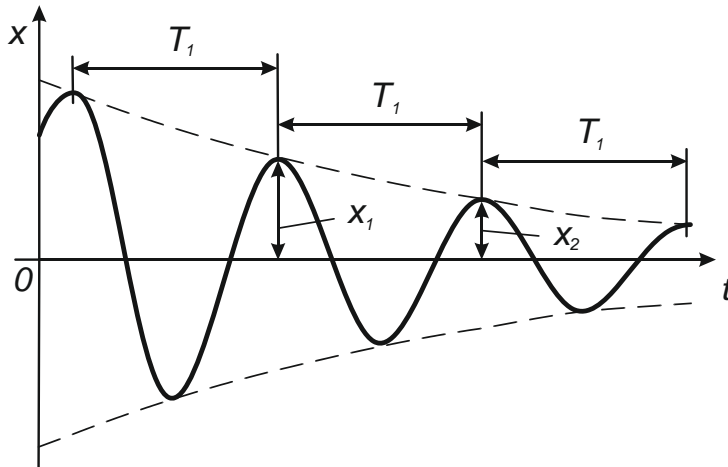

Рис. 2
В отличие от свободных колебаний без сопротивления, в уравнении (1) появляется величина e^{-bt} . С каждым интервалом времени T_1 (рис. 2) эта величина уменьшает амплитуду в e^{-bT_1} раз. Это значит, например, что,